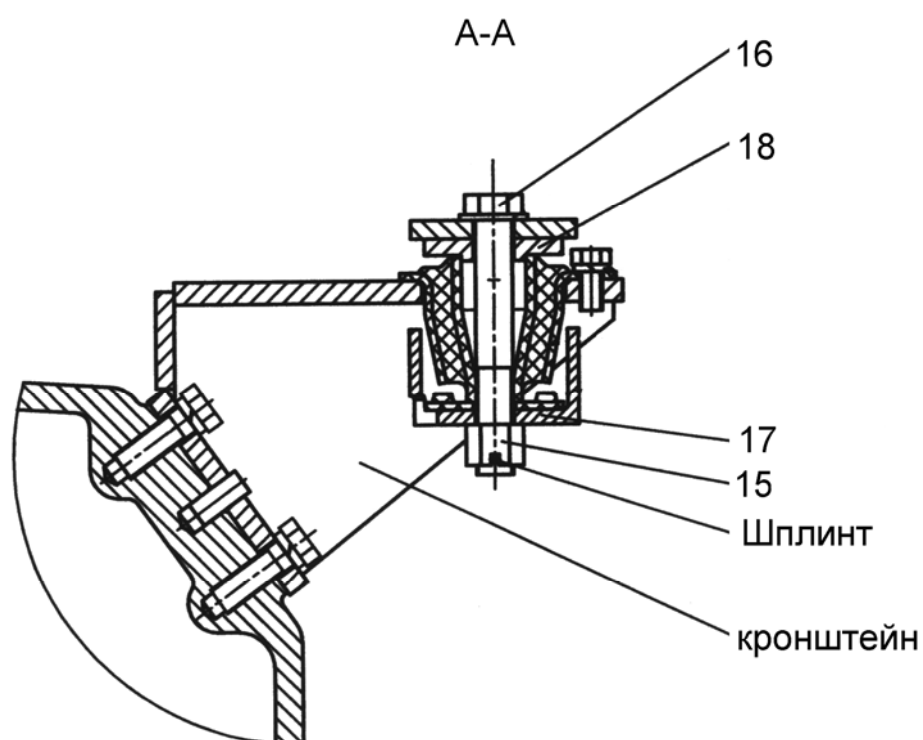

Рис.7.8
12) расшплинтуйте четыре гайки (15), (рисунок 7.8);
13) отвинтите гайки (15), (рисунок 7.8), и четыре болта (16), снимите четыре фланца (17), шайбы (18);
1) затяните гайки (15), (рисунок 7.8):